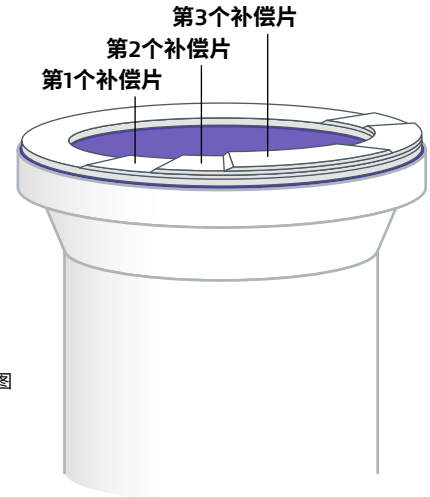
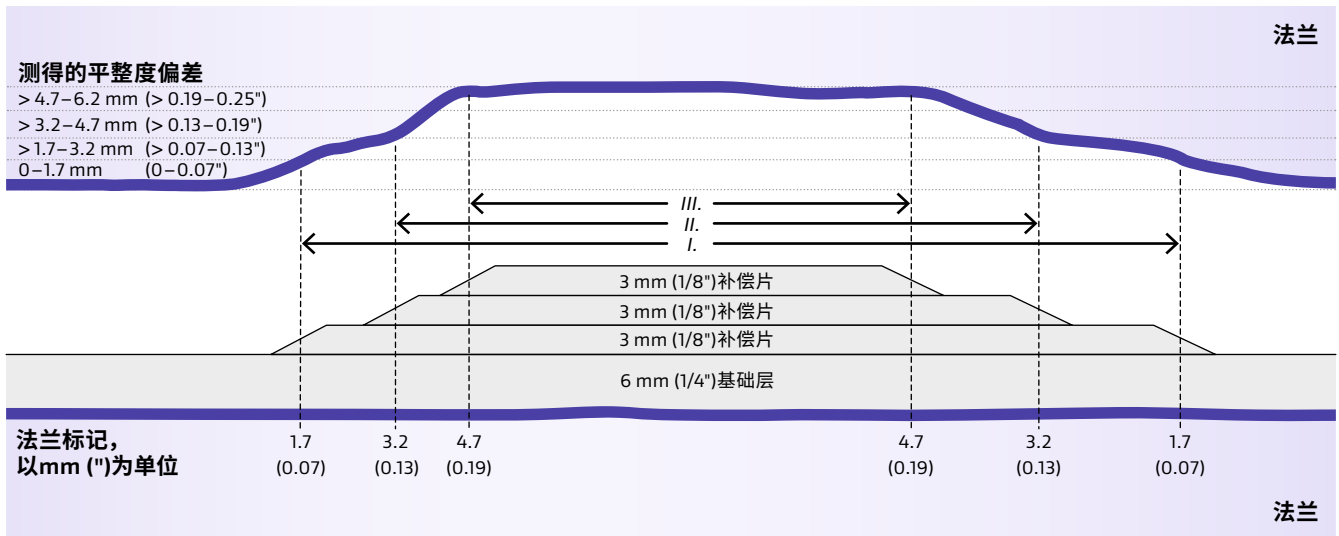

图8：多层补偿片示意图
图7：采用6 mm (1/4")厚度基础层的法兰平整度偏差示例。说明：图片未按比例绘制。
参见图7，了解完整的法兰平整度偏差标记和相关补偿层的示例。
- 在固定/底部法兰上，标记所有可插入规定厚度的测隙规的起点和终点。（参见工具列表，了解测隙规要求。）有关使用6 mm基础层的更多详细信息，请参阅表2和图7。
使用戈尔3 mm (1/8")厚的Series 1000补偿垫片来补偿之前标记的法兰平整度偏差（根据第2.3节）。有关不平整度和相关法兰标记的示例（I、II和III），请参见图7。多层补偿垫片的安装如图8所示。
- 将切削末端放置在基础层带状垫片上，切口斜面的中心对准平整度偏差的起点位置（见图7）。
- 按照第3.5节所述切削出方形末端，切口斜面的中心对准平整度偏差的终点（见图7）。务必去除超出切削末端的多余补偿垫片。